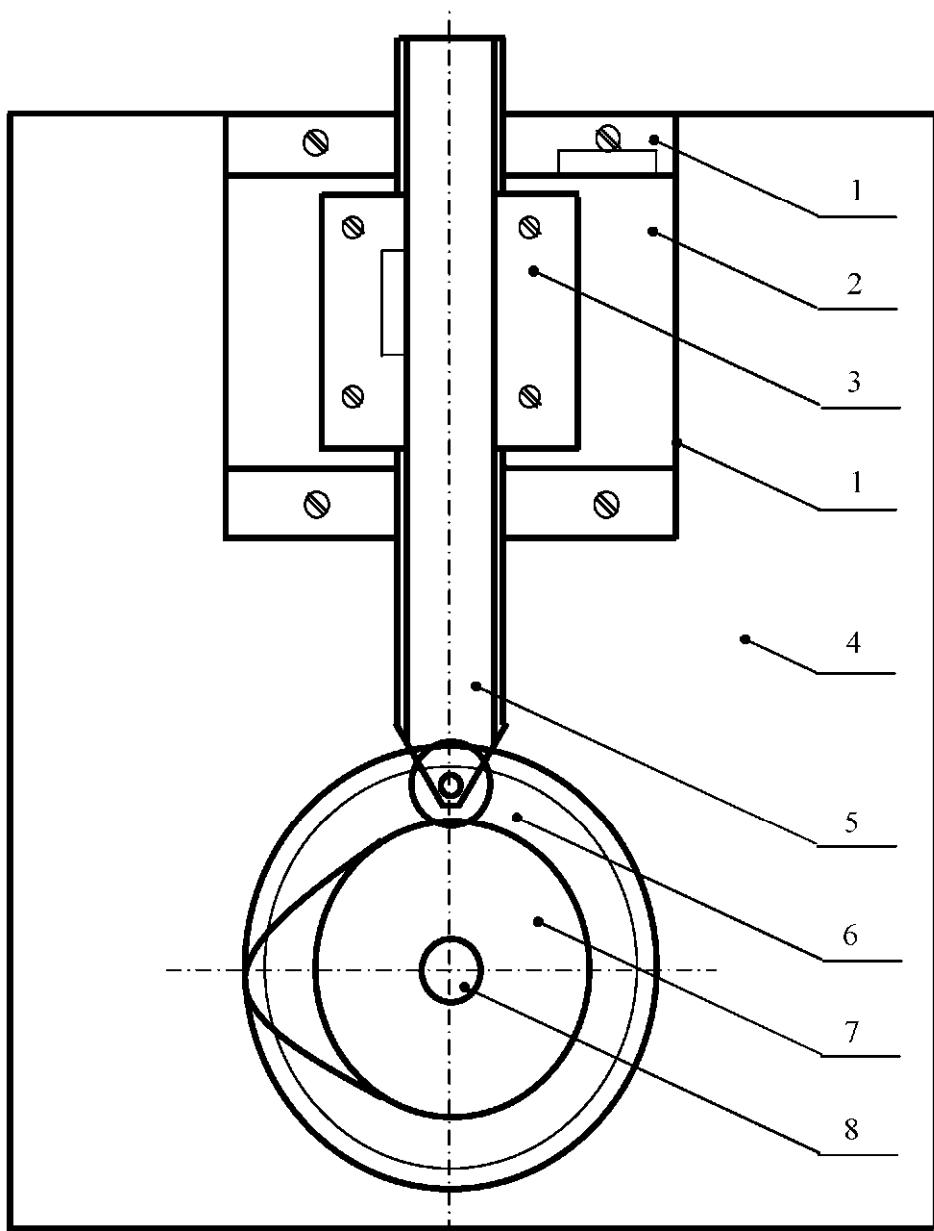

Рис. 1. Общий вид лабораторной установки:
- Стенд – модель кулачкового механизма (рис. 1) ;